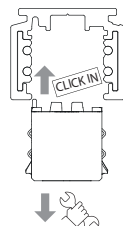

Abb. 1b
- Sicherheitsschloss Version: Automatisches Einsetzen in die Schiene mit mechanischem Sicherheitsschloss, entfernen aus der Schiene durch Verwendung eines Werkzeuges (Abb. 1b).